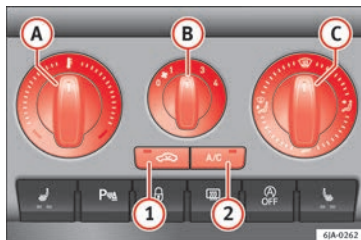

Fig. 170 Aire acondicionado: elementos de manejo.
El sistema de refrigeración funciona solamente si está pulsada la tecla **A/C** **2** » **fig. 170** » pág. 154, cumpliéndose a la vez las siguientes condiciones:
- La temperatura aumenta girando el mando **A** » **fig. 170** hacia la derecha.
- Conecte el ventilador girando el mando **B** » **fig. 170** a las posiciones de 1 hasta 4.
- Girando el mando **C** » **fig. 170** se ajusta el acceso de aire a los respectivos difusores » pág. 152.
- Pulse la tecla **A/C** **2** » **fig. 170** y el testigo de dentro de la tecla se ilumina.
Si el rotativo **C** » **fig. 170** está en posición de deshielo, la trampilla de recirculación estará siempre abierta (indicador luminoso apagado).
- Pulse la tecla **1** » **fig. 170**, el testigo de la tecla se ilumina indicando que se ha activado la recirculación del aire interior del habitáculo.